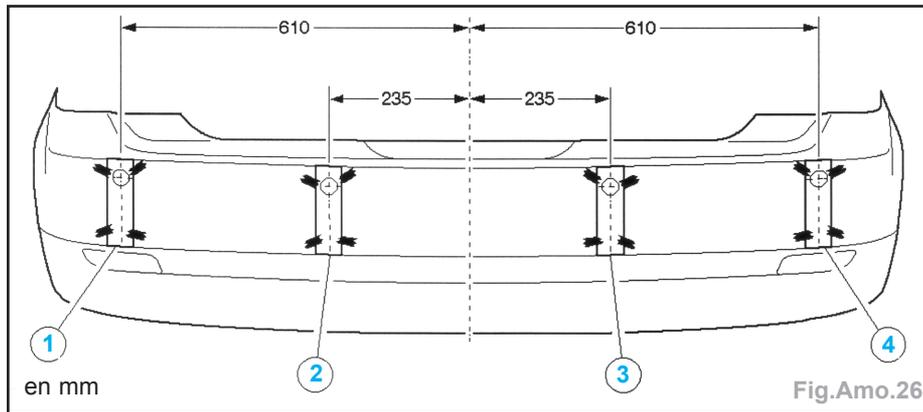

Fig.Amo.26
- A l'aide d'un ruban adhésif approprié, fixer les gabarits de capteur d'aide au stationnement sur le revêtement de pare-chocs comme indiqué (Fig.Amo.26).